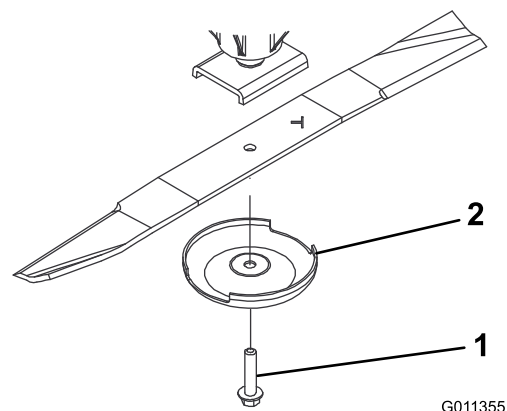

Figura 124
3. Togliete il bullone, la coppa antistrappo e la lama dall'asse del perno (Figura 124).